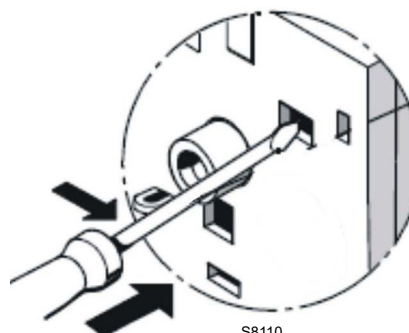

Fig. 42
- **Essai des contacts NF (95-96) et NO (97-98)(Fig. 42)**